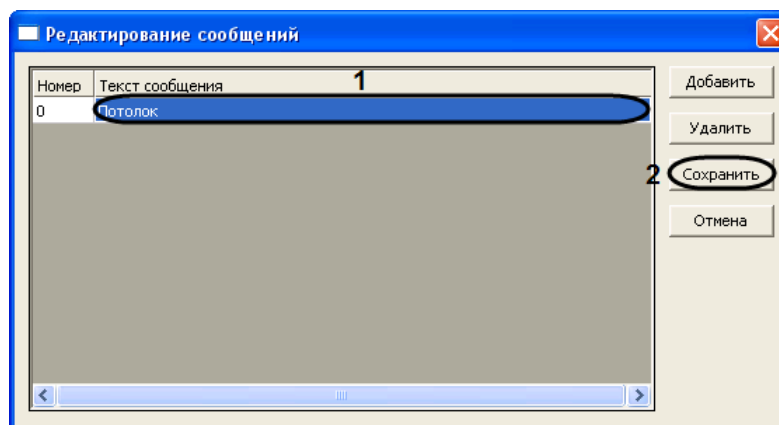

Рис. 3.6-6 Добавление сообщений
5. В результате выполнения операции в таблице появится новая строка (Рис. 3.6-6).
6. В столбце **Текст сообщения** ввести требуемый текст сообщения (см. Рис. 3.6-6, **1**).
*Примечание. Для удаления сообщения из списка следует выделить любую ячейку соответствующей строки списка, после чего нажать кнопку **Удалить** (см. Рис. 3.6-6).*
8. Для сохранения изменений и закрытия диалогового окна **Редактирование сообщений** нажать кнопку **Сохранить** (см. Рис. 3.6-6, **2**).